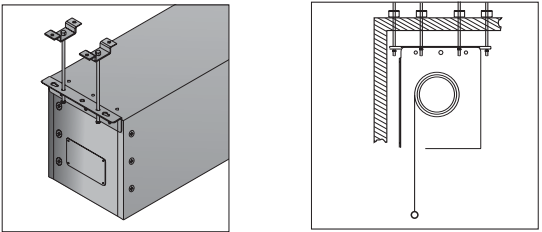

图 3
2. 测量安装板的孔距，按（图3）所示用八个吊钩和八条M12的螺丝杆紧固在钢筋混凝土结构的天花板上，螺丝杆的长度视银幕安装距离天花的高度而定。